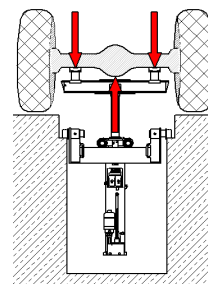
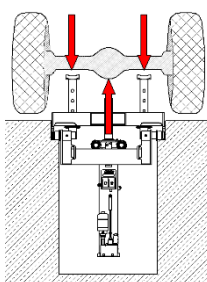
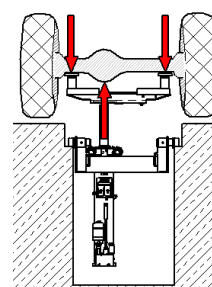

Fig. 19
Fig. 21
Fig. 22
- *Le centre de charge doit toujours être positionné de manière centrée au-dessus du système de levage. → Fig. 19 ; Fig. 21 ; Fig. 22*